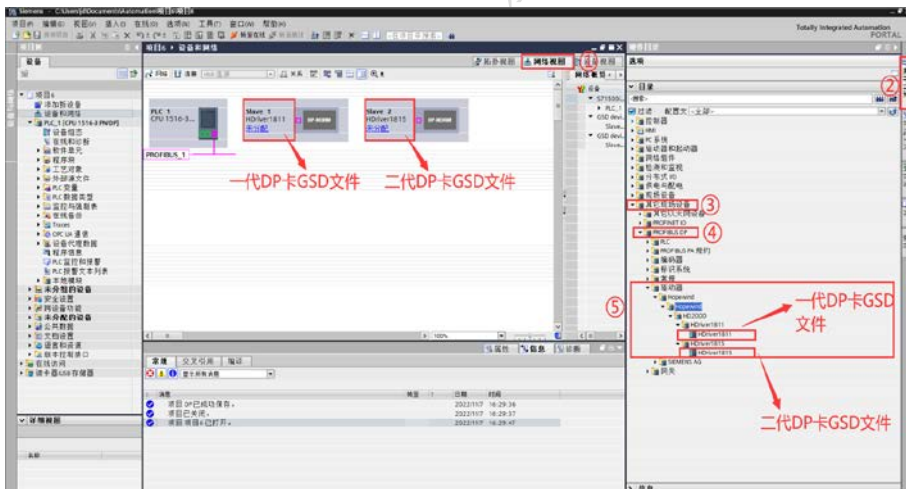

图 3.6 添加变频器站点
- 鼠标双击左侧项目树中的【设备和网络】，进入【网络视图】窗口，然后选择右侧【硬件目录】中的【其他现场设备>PROFIBUS DP IO>驱动器>Hopewind>HD2000 >HDriver1815】，在下拉的列表中选择【HDriver1815】，将其拖入网络视图页面，如图 3.6 所示。